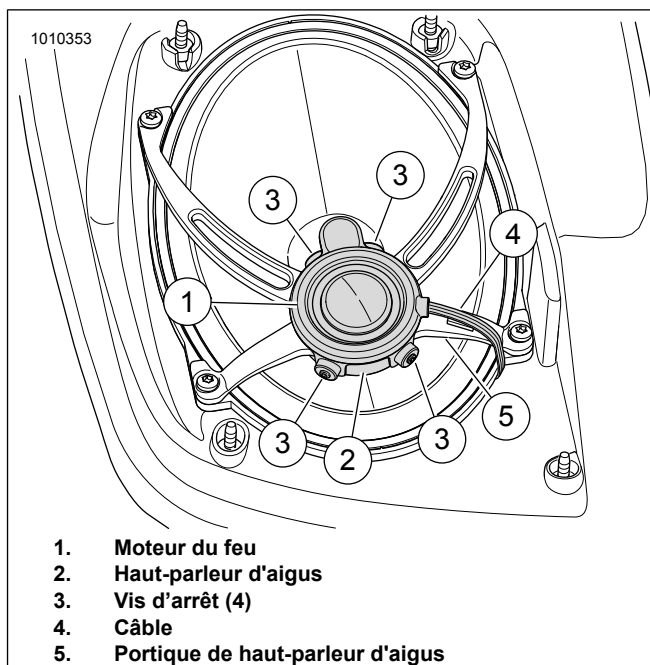

Figure 21. Installation du moteur du feu
Voir la figure 21. Placer le moteur du feu (1) sur le portique du haut-parleur d'aigus (2) comme illustré. Appuyer doucement sur le moteur du feu pour le mettre en place.